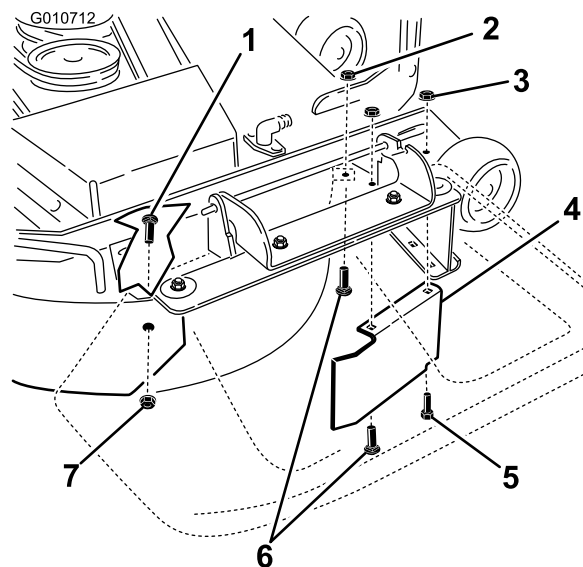

Figure 34
- Sur la paroi arrière du plateau de coupe, retirez le boulon de carrosserie (5/16 x 3/4") et le contre-écrou (5/16") qui fixent le déflecteur au plateau (Figure 34).
- Trouvez la protection du déflecteur sur le bord avant de l'ouverture d'éjection latérale. Retirez les fixations qui maintiennent la protection du déflecteur droit sur le plateau de coupe, comme indiqué à la Figure 34. Déposez le déflecteur et conservez toutes les fixations.
13. Placez les fixations retirées précédemment dans les trous avant de la plaque d'éjection et le trou à l'avant du plateau de coupe (Figure 34).